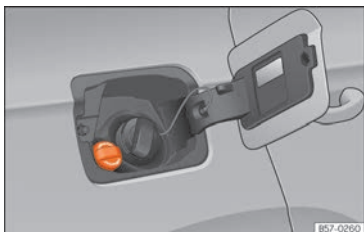

Fig. 312 Tapón de la boca de llenado del depósito de AdBlue.
- Abra la tapa del depósito »» **fig. 312**.
- Gire el tapón de cierre de la boca de llenado de SCR hacia la izquierda »» fig. 312.